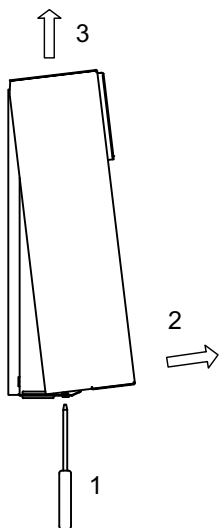

Abb. 3.2: Afdekking openen
- Afdekking regelaar openen (Afb. 3.2 op pag. 4)